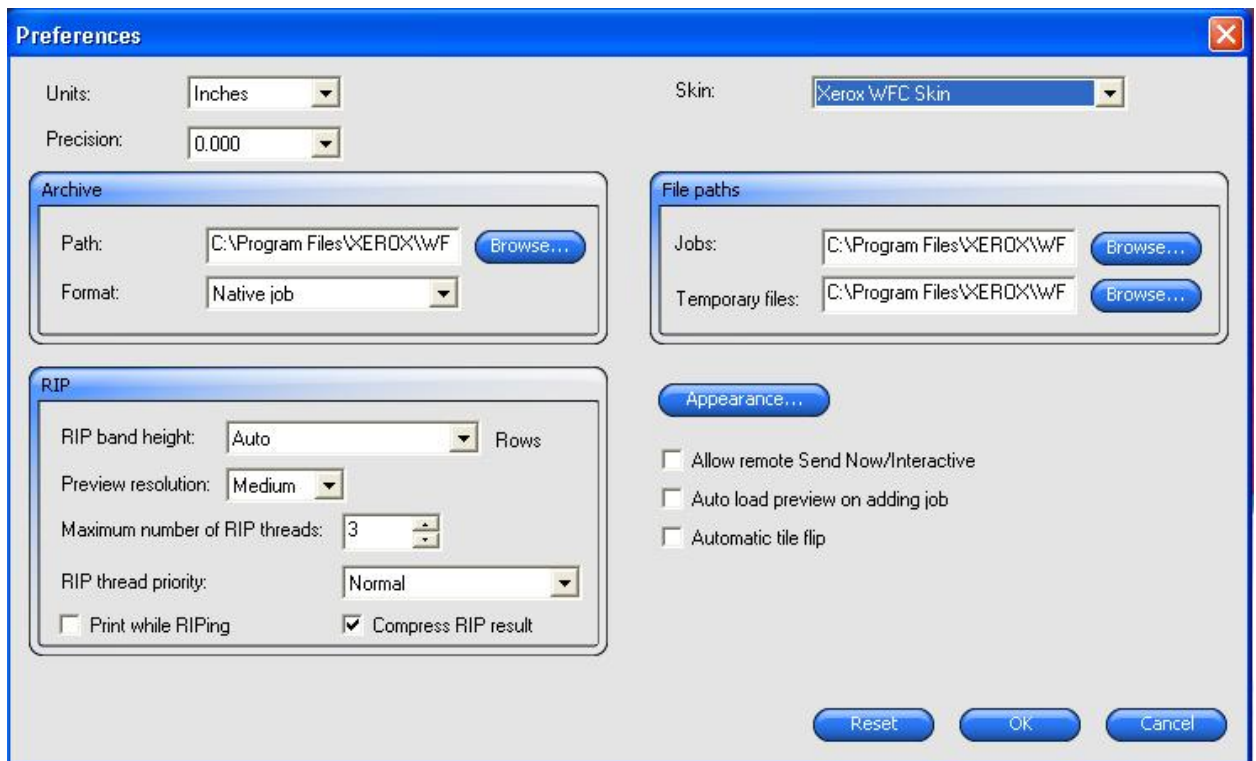

Figure 6. Préférence (Version Pro)
1. Dans le menu déroulant, sélectionner **Éditer > Préférences**. La boîte de dialogue Préférences apparaît (Figure 6). Les options suivantes sont disponibles :